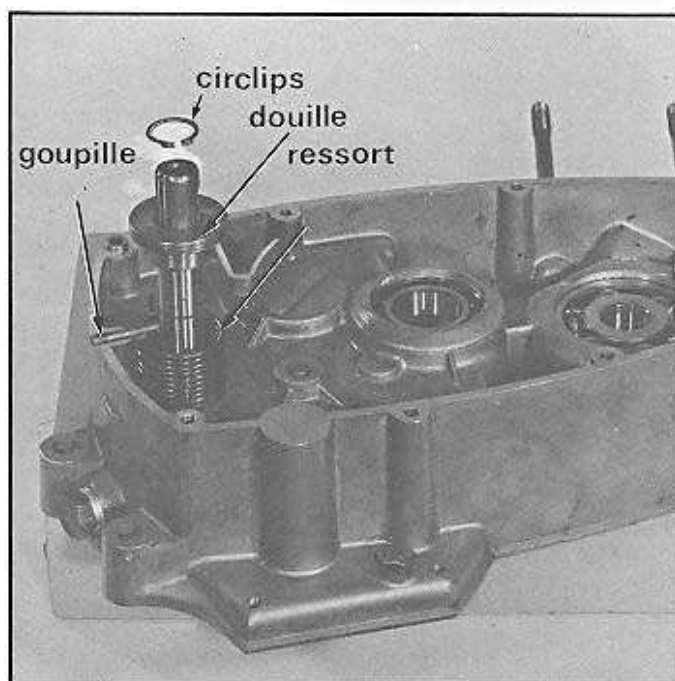

Fig. 59
- Chasser la goupille d'immobilisation de la douille d'accrochage du ressort lanceur (fig. 59).